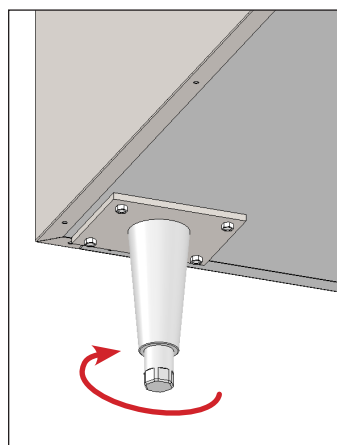

Fig. 2. Tournez la tige inférieure pour mettre l'armoire à niveau.
6. Si l'unité n'est pas parfaitement horizontale, soulevez délicatement et tenez l'extrémité inférieure de l'unité. À l'aide d'une clé réglable, réglez la tige inférieure du pied de mise à niveau pour que l'unité soit parfaitement à l'horizontale. Voir fig. 2.